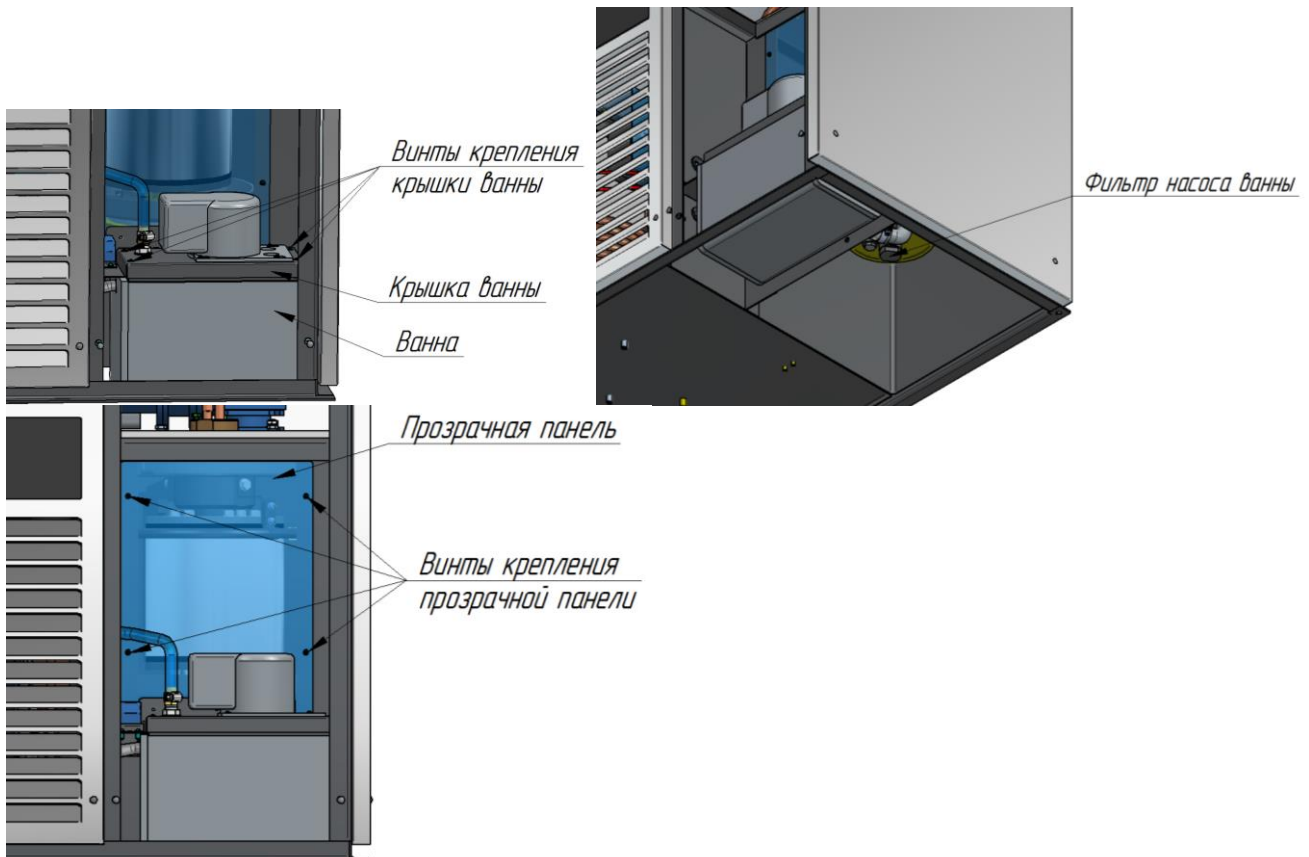

Рис. 7 Расположение крышки ванны, фильтра насоса и прозрачной панели.
- снять крышку ванны, удалив четыре винта (рис. 7);
- снять фильтр насоса ванны, открутив предварительно гайку корпуса фильтра (рис. 7);
- снять прозрачную панель, удалив четыре винта (рис. 7);
Смотровая панель на рис. 7 не показана.